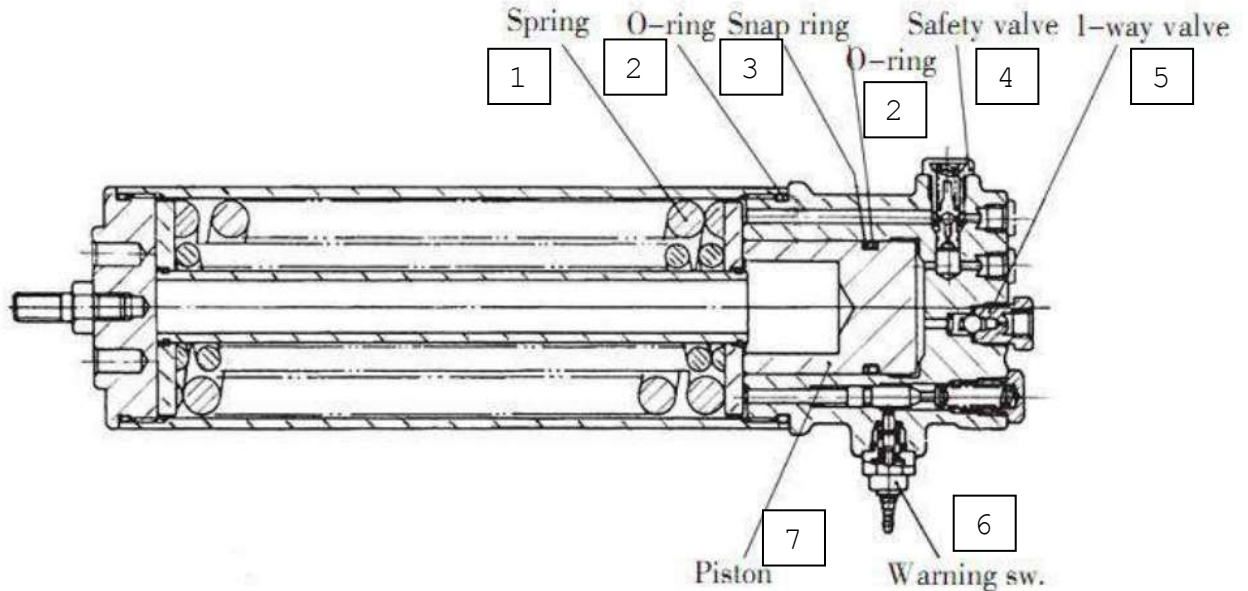

Рис. 5.4. Аккумулятор:
5.2.3. Аккумулятор (см. Рис. 5.4).